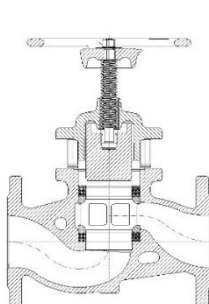

Bild 1
- » Oberteil (Pos. 2) anschließend leicht verdrehen, sodass sich der Oberteilflansch an den Stiftschraubenstirnflächen (Pos. 19) abstützen kann. Das Handrad gegen den Uhrzeigersinn (Öffnungsrichtung) drehen, bis der Kolben (Pos. 4) vollständig aus dem oberen Ventilring (Pos. 14) gezogen wird (siehe Bild 1)